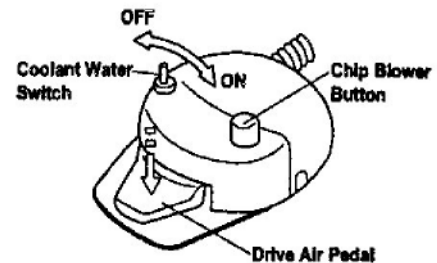

Fig.3-22 Standard Type Foot Control (Type A2)
(1) Pédale de contrôle type standard (Type A2) (Fig.3-22)